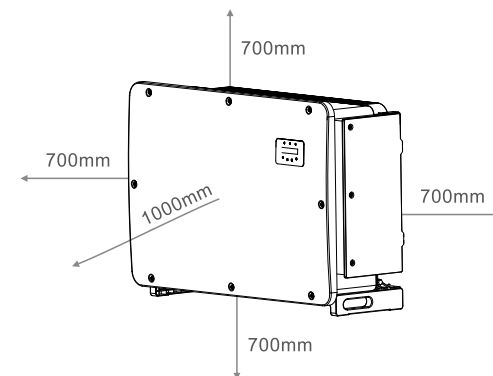

Figura 3.1 Distâncias necessárias entre inversores
- Se vários inversores forem instalados no local, deve ser mantida uma folga mínima de 700 mm entre cada inversor e todos os outros equipamentos montados. A parte inferior do inversor deve estar a pelo menos 700 mm acima do solo ou do piso (veja a Figura 3.1).